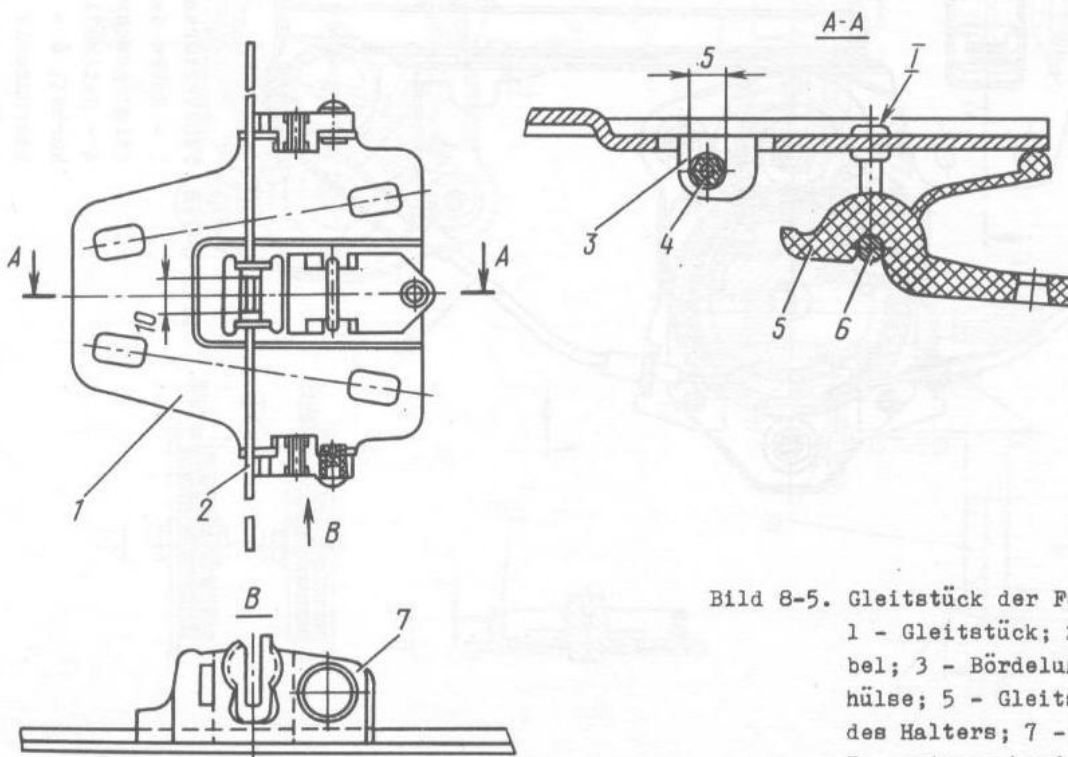

Bild 8-5. Gleitstück der Fensterkurbel:
6. Seil 2 (Bild 8-5) an zwei Seiten des Mittelteils des Gleitstücks bündig mit der Oberfläche von zwei Flanschen an Gleitstück abschneiden, zwischen denen sich die an Seil gedrückte mittlere Hülse 4 befindet, welche das Seil an Gleitstück 1 festhält. Danach die Hülse mit dem Rest des Seils aus Gleitstück austreiben oder herausnehmen.
12. Mittlere Hülse 4 (siehe Bild 8-5) zwischen Rändern 3 an Gleitstück stecken, die Öffnung in der Hülse an Niveau der Öffnungen an Rändern halten und das Seil 2 durch die Hülse führen. Die Lage der Hülse genau in der Mitte des Seils anstreben und mit einem Hammer die Hülse bis zu den in Bild 8-5 angegebenen Abmessungen zusammendrücken. Hülse auf zuverlässigen festgedrückten Zustand prüfen; die Kraft zum Herausreißen des Seils soll mindestens 1700 N (170 kp) betragen.
Die mittlere Seilhülse 4 (siehe Bild 8-5) befindet sich am Seil zwischen den Bördelungen 3 des Gleitstücks 1 und dient zum Verstellen der Glasscheibe nur bei Drehung des Fensterkurbelgriffes. Die Hülse soll zuverlässig angepreßt sein, wobei sich das Seil bei einer Kraft von mindestens 1700 N (170 kp) nicht aus der Hülse herausziehen lassen darf.
5. Seilhülse 4 (siehe Bild 8-5) mit exakten Hammerschlägen bis zu der im Bild angegebenen Abmessung anpressen.
3. Die Kraft des dünnen Federteils an Plathalter 22 des Gleitstücks überwinden und das Gleitstück anheben, bis die Nuten der Gelenke außer Eingriff mit dem Längsflansch der Führung kommen, wenn sie in den Sitzstellen der Butzen 7 (siehe Bild 8-5) geblieben sind. Nötigenfalls die Begrenzungsschraube 21 (siehe Bild 8-3) ausdrehen.
5. Gelenke an beiden Seiten ihrer Nuten andrücken und aus den Sitzstellen der Butzen 7 (siehe Bild 8-5) des Gleitstücks herausnehmen.
2. Die Schließköpfe des an zwei Stellen an Gleitstück 1 (siehe Bild 8-5) angenieteten Bügels 6 des Halters abschlagen. Den freigewordenen Bügel und die Reste des Halters herausnehmen.